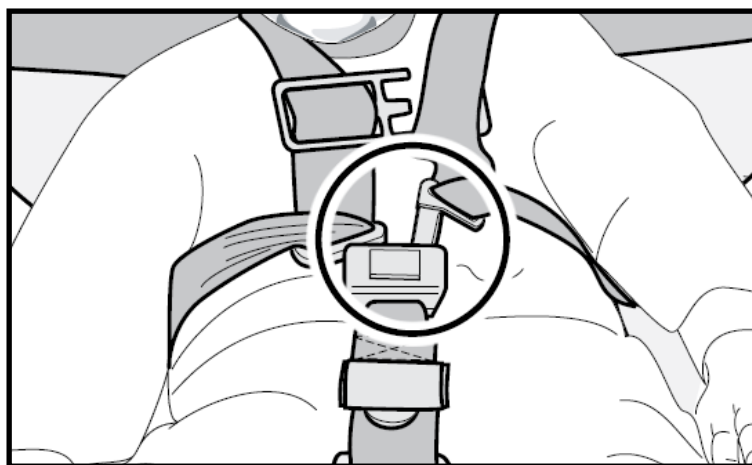

Figure 4 - La fixation des sangles d'épaule
5. Soulevez une sangle au dessus des épaules du patient, puis verrouillez dans la boucle centrale. (Voir figure 4).
5. Fixez uniformément les sangles du Néomate pour le fixer au brancard. (voir figure 4)